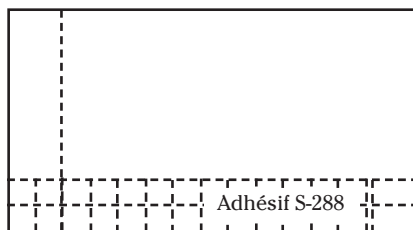

Fig. 5
1. Appliquer les adhésifs S-288 ou S-543 en bandes de 61 à 91 cm (2 à 3 pi) (fig. 5), en faisant attention de ne pas couvrir les lignes tracées à la craie. N'appliquez pas plus d'adhésif que ce qui sera installé en 20 minutes. En laissant un temps ouvert de 10 minutes et en ajustant les carreaux de bordure de façon serrée, les déplacements de carreaux et le débordement d'adhésif pendant la pose seront minimisés. **NE laissez PAS** l'adhésif sécher complètement.